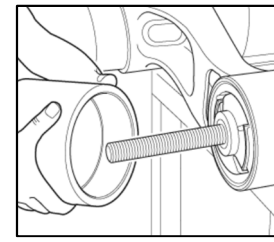

Fig.10
12. Spingere l'imbuto "D" sul tubo esterno del braccio longitudinale opposto a FBT "C" (cavità rivolta verso la boccola perno) (Fig. 10).